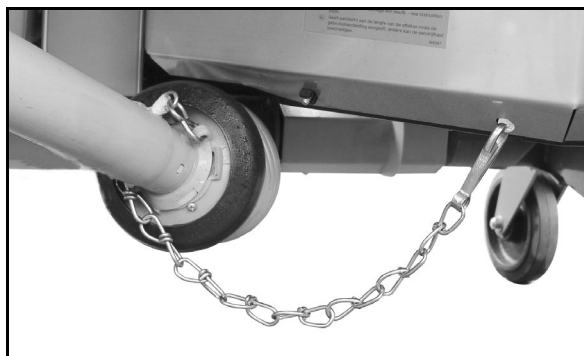

图 53
9. 插接半件护罩（图 53/1）。
10. 将锥形防护罩（图 53/2）旋到锁止位置。
11. 旋入锁紧螺栓（图 53/3）。